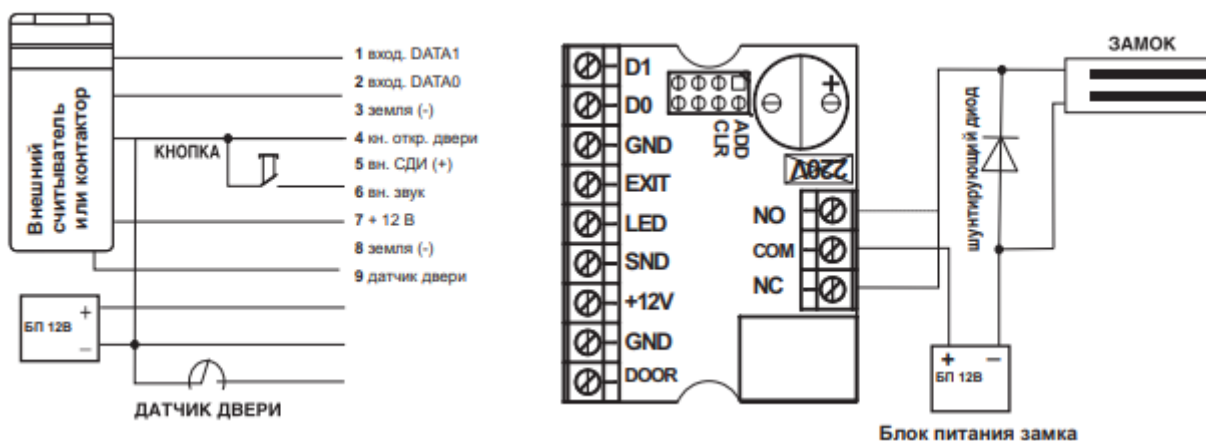

Рис.6 Подключение внешних устройств.
Важно! Для защиты контактов реле от выгорания при подключении индуктивной нагрузки в виде электромеханического или электромагнитного замка следует параллельно обмотке замка установить шунтирующий диод, входящий в комплект поставки (см. рис.6).
6.6.4. Установите шунтирующий диод (рис.6) в случае использования индуктивной нагрузки (электромагнитный или электромеханический замки).